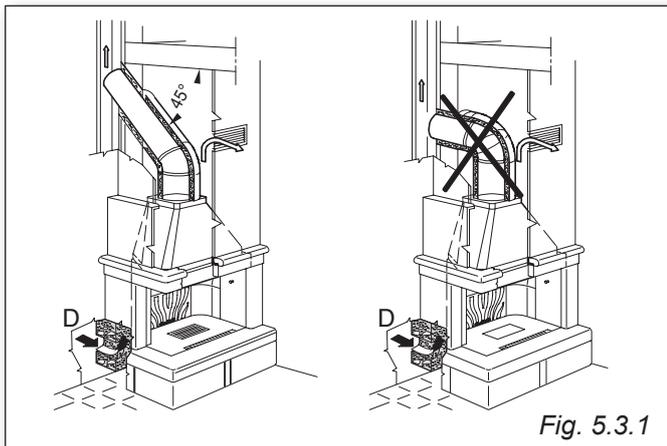

Fig. 5.3.1
- La presa d'aria esterna (D) è indispensabile per assicurare un adeguato afflusso di **ARIA di COMBUSTIONE** (Fig. 5.3.1), soprattutto se vi sono serramenti con vetri doppi e guarnizioni. Praticare quindi un foro del diametro di almeno 15-20 cm su una parete che dà sull'esterno. Il foro dovrà essere fatto possibilmente al di sotto del livello del piano fuoco, dietro o a lato dell'apparecchiatura e dovrà essere dotato sia di griglia antinsetto che di chiusura.